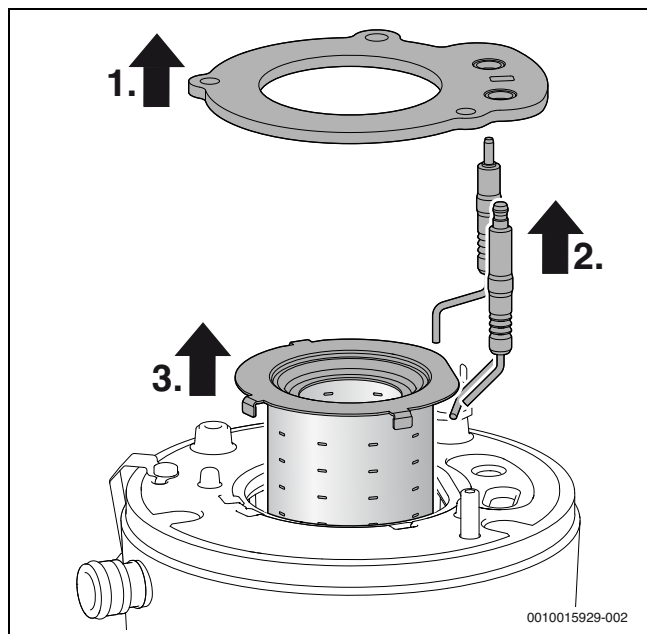

Fig. 54 Scoaterea arzătorului
- ▶ De fiecare dată când deschideți arzătorul, înlocuiți garnitura arzătorului (→ fig. 54, poz. [1]) și toate garniturile de etanșare deteriorate ca urmare a acestei măsuri. (Durata de viață maximă a garniturii arzătorului: 7,5 ani)